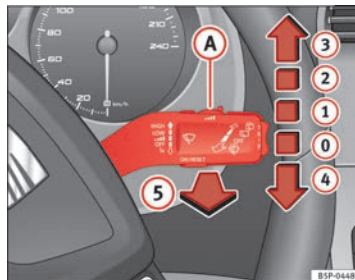

Fig. 86 Leva dei tergi-lavacristalli
■ Posizioni della leva dei tergicristalli ⇒ fig. 86:
- Se, quando è attivo il livello di tergiture ⇒ fig. 86 (2) oppure il livello (3), ci si ferma, la velocità di movimento dei tergicristalli passa automaticamente al livello immediatamente inferiore. Non appena si riparte, i tergicristalli tornano a funzionare secondo la posizione selezionata originariamente.